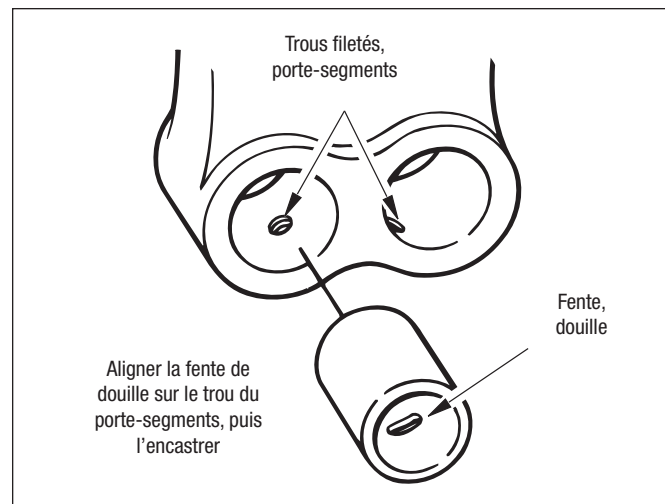

Figure 75 – Pose des douilles d'axe dans le porte-segments
4. Après avoir sorti les douilles usées d'axe du porte-segments, cf. *Dépose/Démontage – Dépose des segments*, encastrer les douilles neuves dans le porte-segments, en alignant la fente de chaque douille sur le trou taraudé du porte-segments. Cf. *Figure 75*.